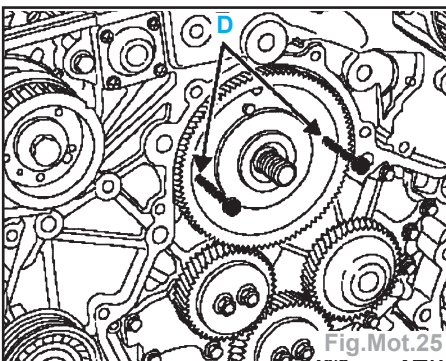

Fig.Mot.25
- la poulie de la pompe haute pression, en vissant deux vis M6 x 100 x 50 en (D) pour la dégager de l'arbre de la pompe (Fig.Mot.25),